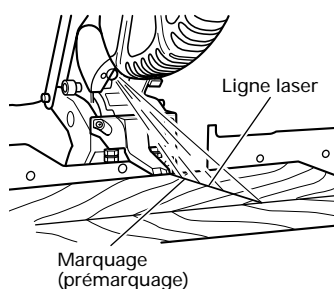

Fig. 17
- (3) Après avoir réglé la position de la ligne laser, tracer à l'encre une ligne à angle droit sur la pièce et aligner la ligne tracée à l'encre et la ligne laser. Pour aligner la ligne tracée à l'encre, faire glisser la pièce petit à petit et la maintenir dans un étau à l'endroit où la ligne laser chevauche la ligne tracée à l'encre. Effectuer un autre rainurage et vérifier la position de la ligne laser. Pour changer la position de la ligne laser, effectuer à nouveau les réglages prévus aux opérations (1) à (3).
**REMARQUE :** Vérifier et s'assurer périodiquement que la position de la ligne laser est convenable. Pour effectuer la vérification, tracer à l'encre une ligne perpendiculaire sur la pièce de 1-1/2" (38mm) de hauteur et de 3-1/2" (89mm) de largeur et s'assurer que la ligne laser est alignée sur la ligne tracée à l'encre. [L'écart entre la ligne tracée à l'encre et la ligne laser doit être inférieure à l'épaisseur de la ligne tracée à l'encre (0.5mm)]. (Fig. 17)